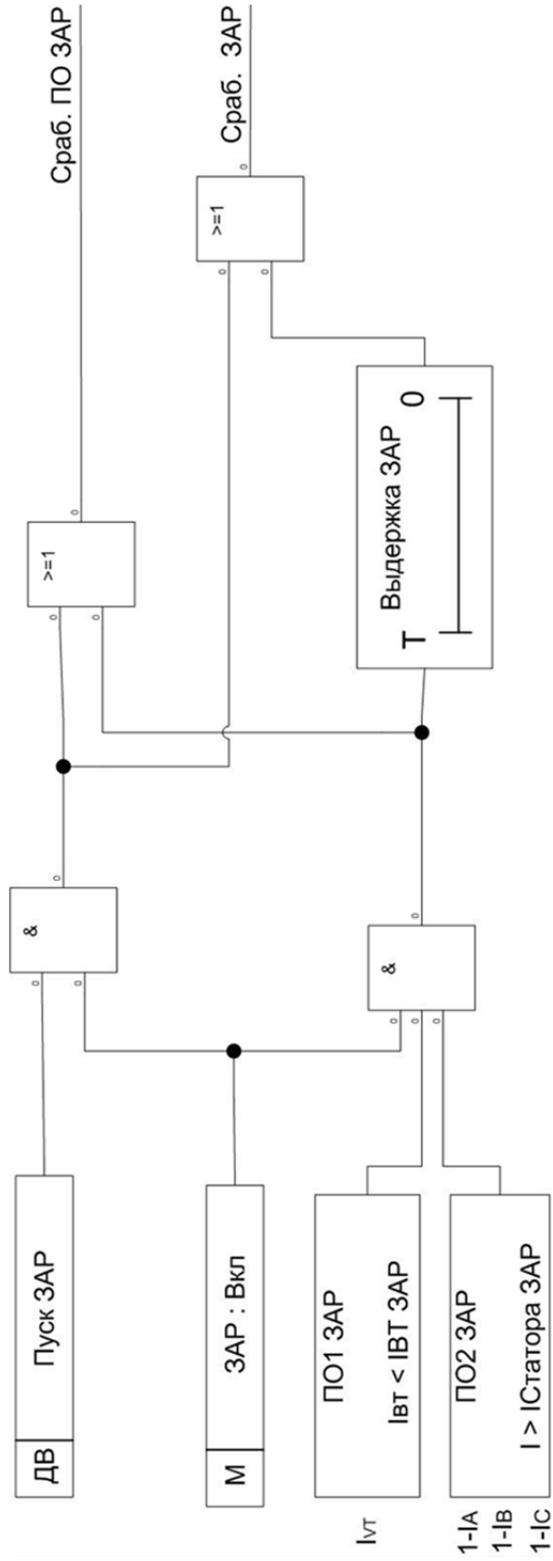

Рис. 3.11 Функция защиты от асинхронного режима
3.8.8 Функциональная схема ЗАР показана на рис. 3.11. На функциональной схеме присутствуют следующие обозначения: